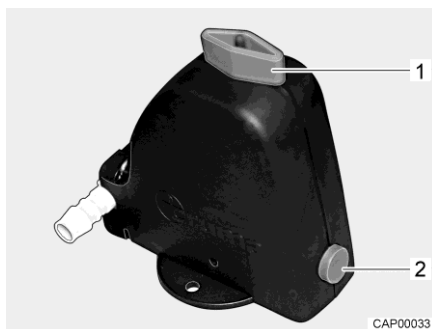

Fig. 269 Valve de sécurité et de vidange (Truma)
- Ouvrir la valve de sécurité et de vidange (Truma). Tourner le bouton rotatif (Fig. 269,1) dans le sens longitudinal par rapport à la valve de sécurité et de vidange. Le bouton-poussoir (Fig. 269,2) ressort.